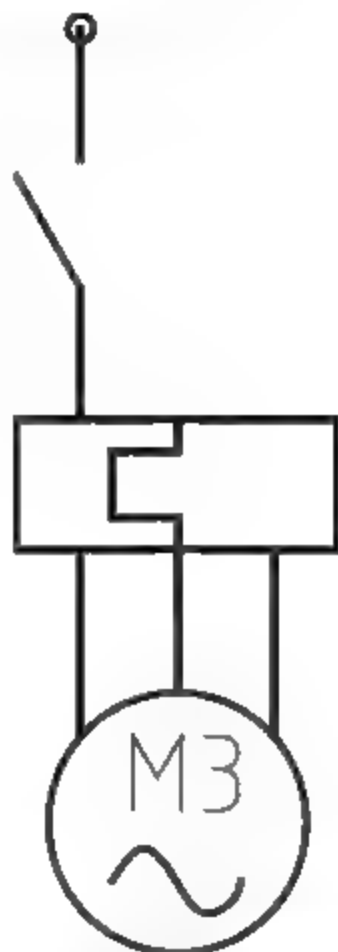

图6-108 绘制圆形
(10) 调用C【圆】命令，结合【对象捕捉】功能，捕捉新绘制直线的最上方端点，绘制半径为2的圆形，如图6-108所示。